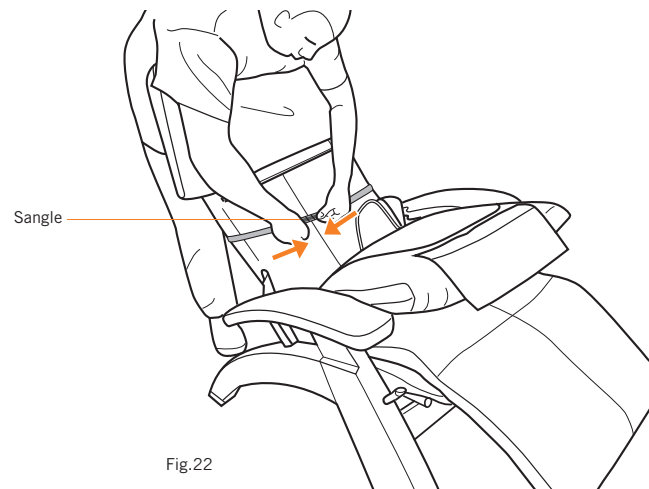

Fig.22
3. Gainez les courroies autour de la partie avant de la toile du fauteuil, tirez-les solidement, puis fixez-les en utilisant les fixations autoagrippantes (Fig. 22). **REMARQUE:** Si les sangles sont trop serrées, cela provoque des plis au dos.